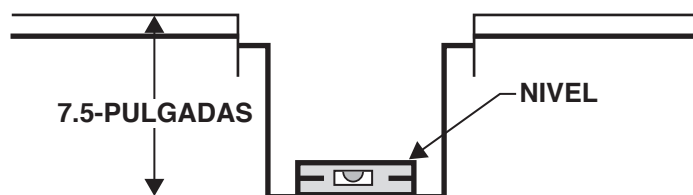

Figura 10B: Profundidad del montaje de la caja en forma de U
6. Instale la caja de manera que la base quede 7.5" por debajo de la abertura del piso. Ver la figura 10B.
7. Use un nivel para verificar la correcta instalación de la caja. Ver la figura 10B.